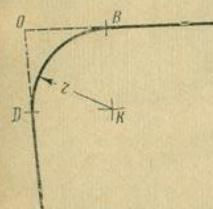

Рис. 5. Скругление прямого угла
**Скругление прямого угла.** От вершины угла  $O$  (рис. 5) радиусом  $r$  сделать засечки на сторонах угла и получить точки  $B$  и  $D$ . Из этих точек тем же радиусом  $r$  описать дуги, которые пересекутся в точке  $K$ , являющейся центром скругления.